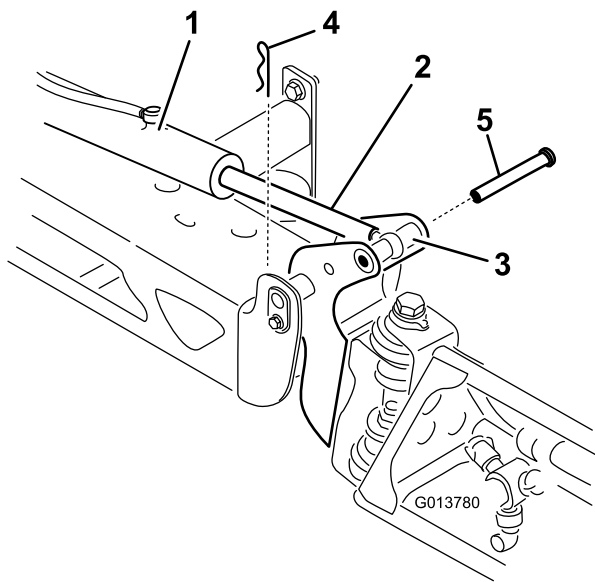

图 103
2. 从枢轴销图 103上拆下开口销。
- 向上提起喷洒臂拆下柱销 图 103 然后将喷洒臂慢慢放到地面上。
- 支撑住喷洒臂将柱销插入喷洒臂枢轴和提升器杆 图 103。